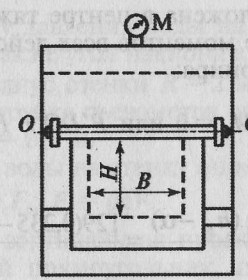

Рис. 3.4
**Задача 3.4.** Определить силу давления воды  $P'$  на крышку, перекрывающую прямоугольное отверстие в плоской стенке резервуара (рис. 3.4), вертикальную координату  $h_d$  точки ее приложения и усилие  $N$ , которое необходимо приложить к крышке в точке  $K$ , если размеры отверстия  $B = 30$  см,  $H = 20$  см, расстояние от верхней кромки отверстия до свободной поверхности воды  $a = 120$  мм, расстояние между точкой  $K$  и осью шарнира  $O-O$   $l = 250$  мм, показание манометра, установленного на верхней крышке резервуара,  $p_m = 0,2 \cdot 10^5$  Па.